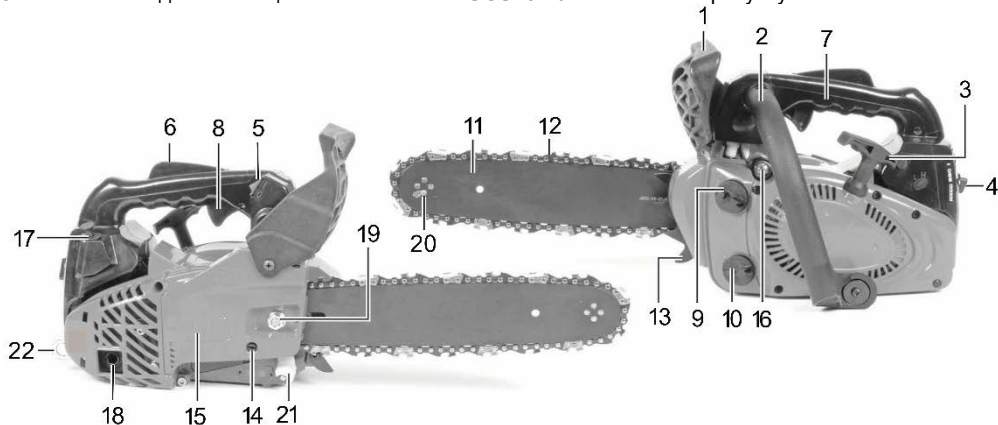

Рисунок 1
- переконайтеся у тому, що важіль захисного пристрою (1, рисунок 1) переведений у бік пиляльної гарнітури (гальмо ланцюга активоване);
- встановіть на передній частині корпусу зубчастий упор (13, рисунок 1) та зафіксуйте його гвинтами з комплексу постачання;
- викрутіть гайку (19, рисунок 1), що фіксує кришку зчеплення (15, рисунок 1), та зніміть її;
- встановіть напрямну шину (11, рисунок 1) на спрямовувальний гвинт під кришкою зчеплення, якомога ближче до приводної зірочки, яка розташована під диском зчеплення;
- одягніть пиляльний ланцюг (12, рисунок 1) на приводну зірочку та вставте хвостовики ланок ланцюга в паз верхньої частини напрямної шини, переконавшись, що різальні кромки зубів ланцюга дивляться в напрямку його обертання;
- відрегулюйте гвинт натягу ланцюга (14, рисунок 1) на боковій частині кришки зчеплення таким чином, щоб штифт натягу ланцюга (23, рисунок 2) сумістився з відповідним отвором напрямної шини (24, рисунок 2). При цьому отвір на кришці зчеплення повинен співпадати зі спрямовувальним гвинтом;
- вставте штифт механізму натягу ланцюга (23, рисунок 2) в спеціальний отвір на напрямній шині та встановіть кришку зчеплення. Вручну нагвинтіть гайку фіксації кришки зчеплення (19, рисунок 1);
- обертайте гвинт натягу ланцюга (14, рисунок 1) за годинниковою стрілкою, натягніть ланцюг до тих пір, поки він не буде щільно прилягати до нижньої сторони напрямної шини. Перевірте натяг, потягнувши ланцюг вгору;
- утримуючи верхину напрямної шини у верхньому положенні, затягніть гайку (19, рисунок 1), яка фіксує кришку зчеплення, комбінованим ключем з комплексу постачання;
- Перевірте, щоб гальмо ланцюга функціонувало (пересуньте важіль вперед-назад): увімкнене (ланцюг не буде обертатися) – важіль гальма ланцюга (1, рисунок 1) переведений уперед (убік пиляльної гарнітури), вимкнено – важіль переведений назад (убік рукоятки).